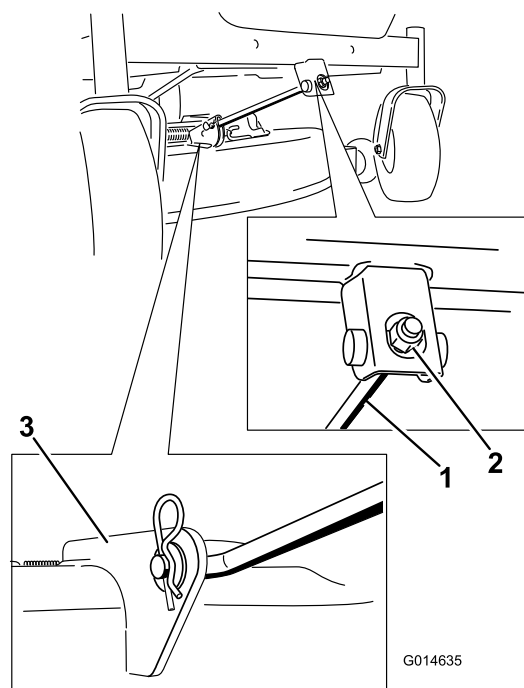

Figura 52
4. Retire el pasador de horquilla de la varilla de soporte delantera y retire la varilla del soporte de la carcasa (Figura 52). Baje cuidadosamente la parte delantera de la carcasa de corte al suelo.
6. Conecte la varilla de soporte delantera a la carcasa de corte con el pasador y la chaveta (Figura 52).